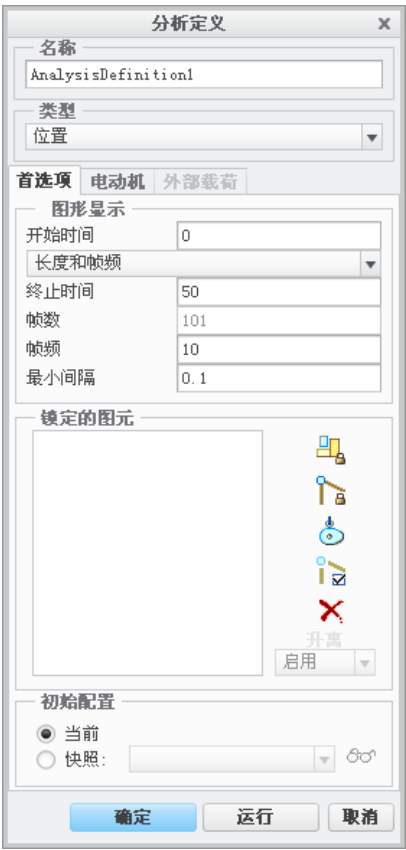

图 9.6.18 “分析定义”对话框
Step2. 此时系统弹出图 9.6.18 所示的“分析定义”对话框，在该对话框中进行下列操作：
- (1) 输入分析（即运动）名称。在对话框的名称文本框中输入此分析的名称，或采用默认名。
- (2) 选择分析类型。选取分析的类型为“位置”。
- (3) 调整伺服电动机顺序。如果在机构装置中有多个伺服电动机，则可在对话框的 **电动机** 选项卡中调整伺服电动机顺序。由于本例中只有一个伺服电动机，所以不必进行此步操作。
- (4) 定义动画时域。在图 9.6.18 所示的“分析定义”对话框的 **图形显示** 区域进行下列操作：
- ① 输入开始时间 0（单位为秒）。
- ② 选择测量时间域的方式：选择 **长度和帧频** 方式。
- ③ 输入结束时间 50（单位为秒）。
④ 输入帧频 10。
(5) 定义初始位置。在图 9.6.18 所示“分析定义”对话框的初始配置区域, 选中  当前 选项。